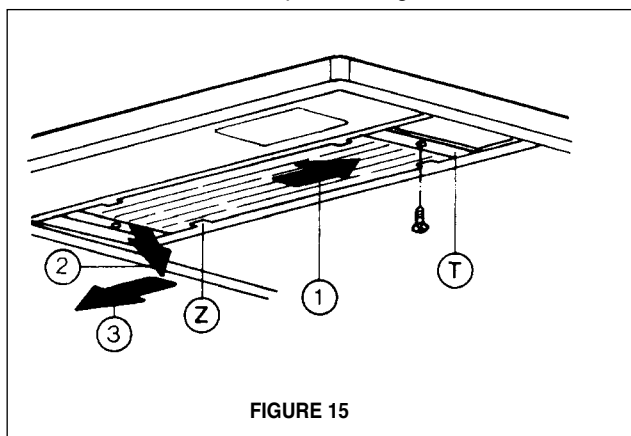

FIGURE 15
Avant de remplacer la lumière halogène, mettre la lumière halogène hors circuit afin d'éviter toute blessure. Pour remplacer la lumière halogène, (**FIGURE 15**), enlever les attaches du diffuseur (T) aux deux extrémités du panneau de lumière. Prudemment, faire glisser le panneau de lumière complètement vers la droite. Abaisser le côté gauche du panneau sous la collerette (Z), enlever ensuite le panneau en le glissant de nouveau vers la gauche. Retirer l'ampoule en pressant de l'arrière. Remplacer l'ampoule. Remplacer le panneau en inversant la marche à suivre.